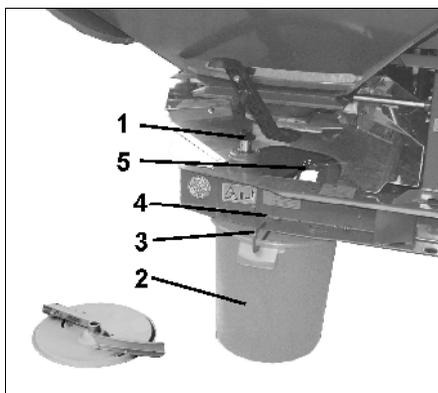

Fig. 33
- Svitare il dado (Fig. 33/1) usato per fissare il disco sinistro e tirarlo fuori dalla scatola del cardano.
- Sospendere il cucchiaio per la calibrazione (Fig. 33/2) con la sua leva handle (Fig. 33/3) nel fermo anteriore e posteriore (Fig. 33/4 e Fig. 33/5) sul telaio.